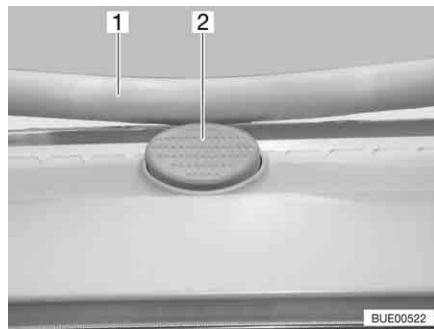

Bild 116 Sicherungsknopf an der Heki-Dachhaube
- Den Sicherungsknopf (Bild 116,2) drücken und den Bügel (Bild 116,1) mit beiden Händen nach unten ziehen.
- Den Bügel mit beiden Händen nach oben drücken, bis der Bügel oberhalb des Sicherungsknopfes (Bild 116,2) liegt.